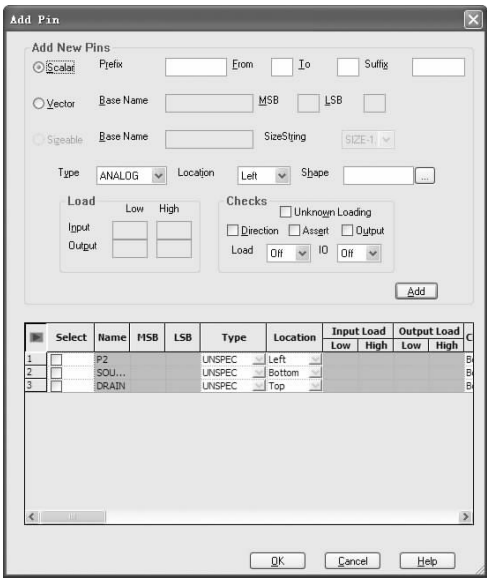

图 2-84 “Add Pin (添加引脚)”对话框
2) 在“Package Pin”选项卡中,单击 **Pins** 按钮,在弹出的菜单中选择“Add (添加)”命令,将弹出“Add Pin (添加引脚)”对话框,如图 2-84 所示。